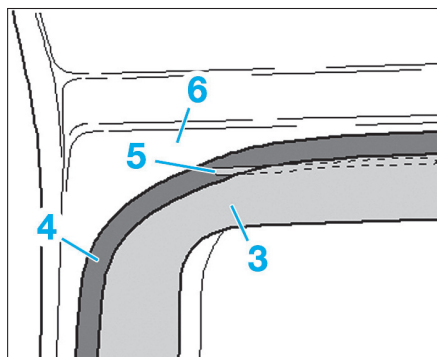

FIG. 18
- Si le cordon de soudure au laser (5) sur le flasque de tôle (6) n'est pas recouvert par le cordon de colle existant (3), enduire le cordon de soudure au laser (5) de primaire verre sur peinture (3) (Fig.18).
- Remplir le cordon de soudure au laser de colle pour glaces (4).